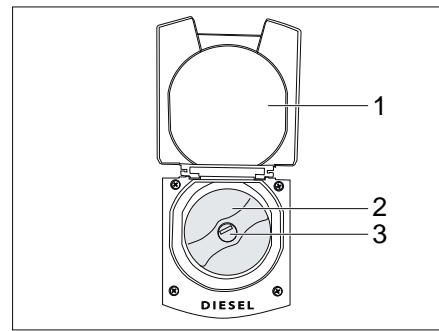

Fig. 34 Tapa de cierre abierta con tubo de llenado de combustible
- Cerrar la tapa de cierre (Fig. 34,1).